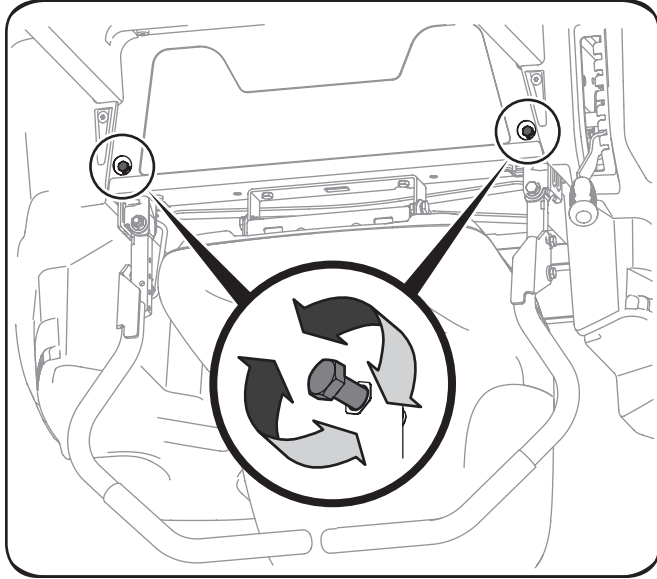

Figure 6-6
2. Répérez les boulons de réglage des leviers de direction à l'avant du châssis du siège. Voir Figure 6-6.